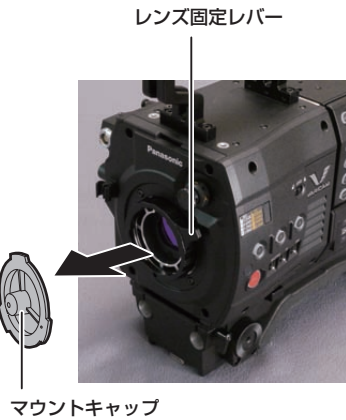

図 1
- 1 レンズ固定レバーを上げ、マウントキャップを外す。(図 1)